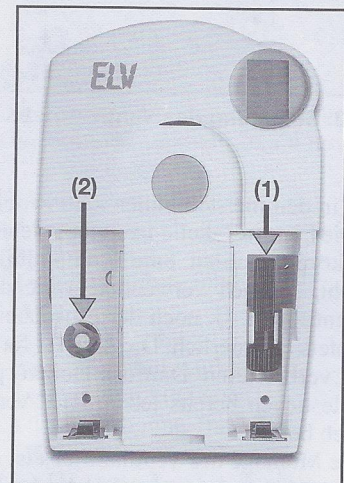

Bild 2: Verstellen des Ventils von Hand mit einem Verstellstift
- entnehmen Sie den Verstellstift durch Drücken auf die mit (1) gekennzeichnete Stelle (Abbildung 2)
- setzen Sie den Verstellstift auf den mit (2) gekennzeichneten Zapfen